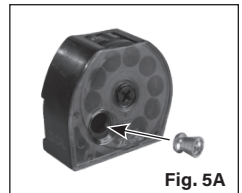

Fig. 5A
- Inserte el perdigón empezando por la cabeza en la parte delantera del cargador (Fig. 5A). Asegúrese de que el perdigón no sobresalga por la parte posterior del cargador. En caso de que el perdigón sobresalga, simplemente empujelo hacia adentro.